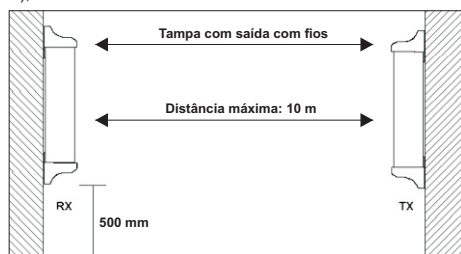

Figura 1
- **Não utilize o relé do sensor para comutar cargas indutivas, pois podem danificar o relé da unidade. Caso utilize um relé adicional, consulte o item 3 deste manual;**
- Fixe as unidades transmissora e receptora alinhadas entre si a uma altura igual ou superior a 500 mm e de modo que a tampa por onde saem os fios fique voltada para cima, a fim de evitar possível entrada de água (figura 1);